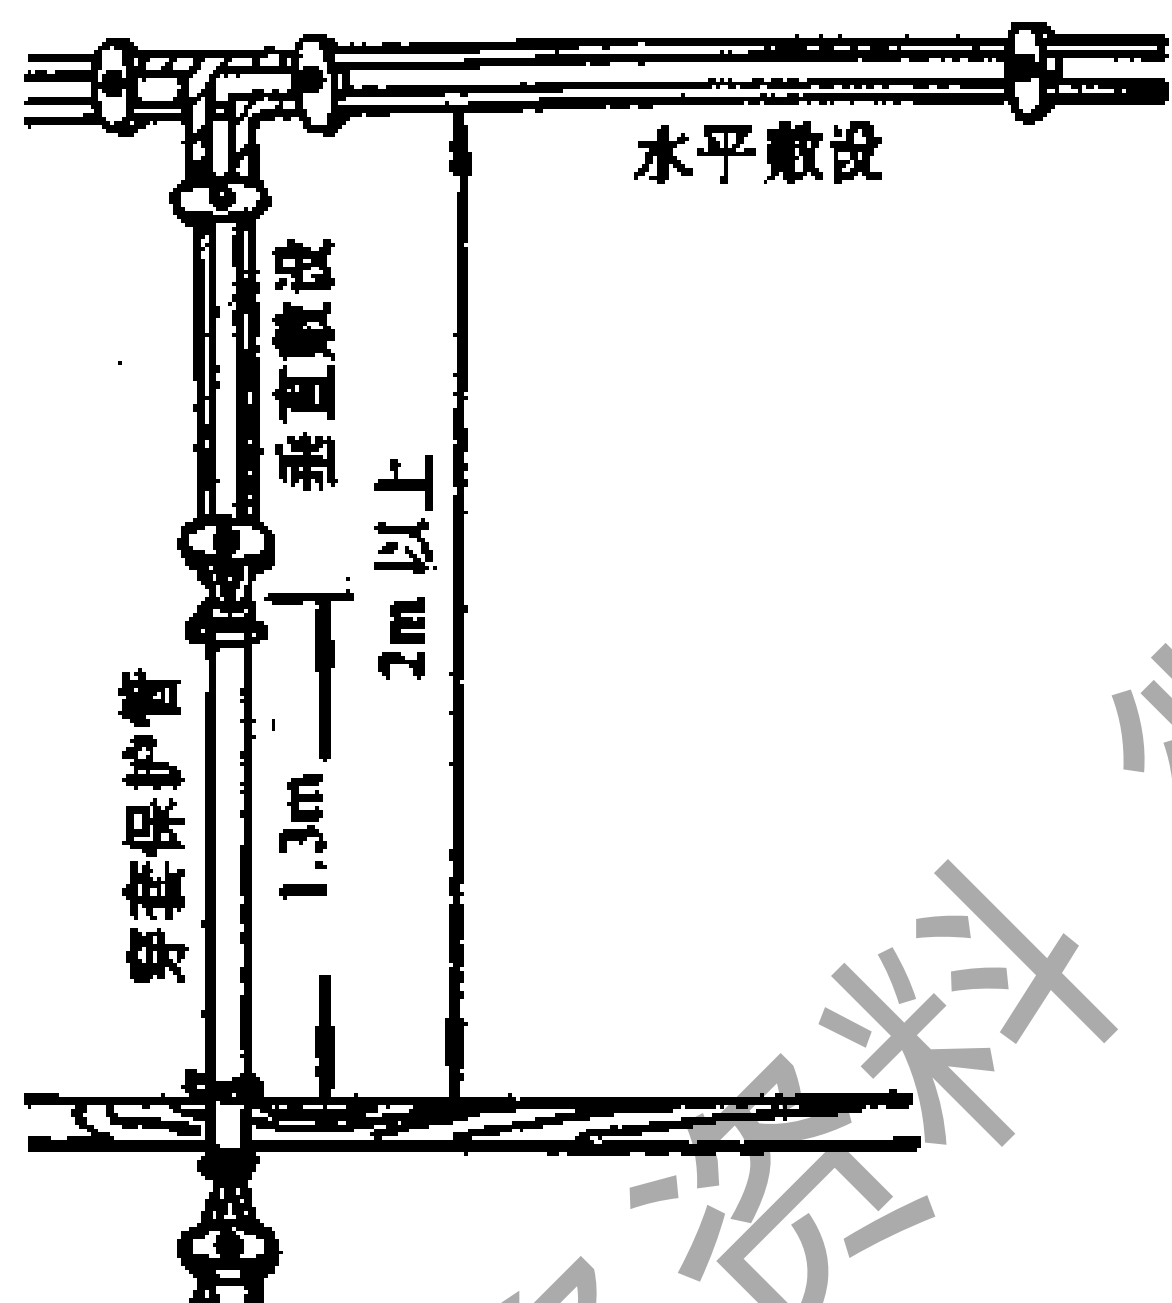

图 3-65 瓷夹板线路对地距离
③ 瓷夹板线路在同一平面上改变走向时，转弯应保持垂直。
④ 瓷夹板线路对地距离要求，如图 3-65 所示。水平敷设时，不应低于 2m；垂直敷设时，最低点不应低于 1.3m。穿越楼板时，穿越楼板一段及 1.3m 以下部分导线应穿管